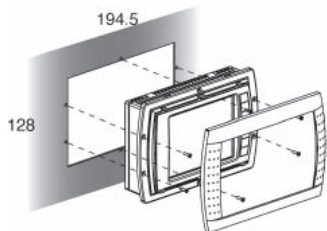

Fig. 2
Терминалы этого варианта разработаны специально для монтажа на панели. Шаблон для сверления с размерами 194,5х128 мм, с шестью круглыми отверстиями (каждое по 4 мм в диаметре), см. рис. 2 и 4. Для установки выполните следующие действия:
- Вставьте в вырез панели терминал со снятой передней рамкой и закрепите на месте при помощи шести винтов с потайной головкой из комплекта поставки (способ закрепления см. рис. 2), после чего убедитесь в правильности расположения переднего резинового уплотнения.